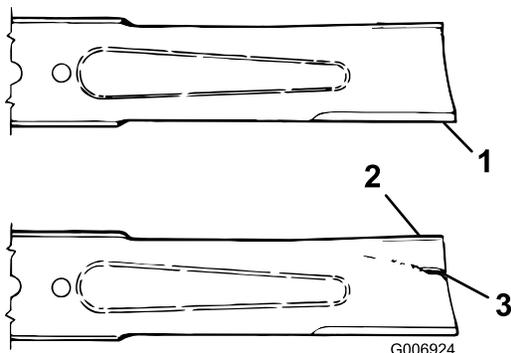

Figura 89
- Examine cuidadosamente as extremidades da lâmina, prestando especial atenção à zona onde se encontram as partes curvas e planas da lâmina (Figura 89).
- Verifique o estado da lâmina antes da operação de corte, pois a areia e outros materiais abrasivos podem ter desgastado o metal que liga as partes curva e plana da lâmina. Se verificar que esta zona se encontra desgastada (Figura 89), substitua a lâmina; consulte Retirar a lâmina de corte (página 72).
Se a lâmina continuar a sofrer este tipo de desgaste irá formar-se uma ranhura entre a parte curva e a parte plana da lâmina (Figura 89). Eventualmente, pode soltar-se algum pedaço da lâmina e projetar-se, ferindo-o a si ou a qualquer pessoa próxima.